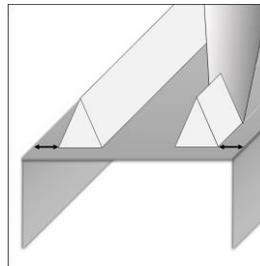

Abb. 4
- Klebstoff in Form von 2 parallelen, durchgehenden Raupen mit ca. 1-2 cm Abstand zum Rand des Metallprofils auftragen (s. Abb. 4)